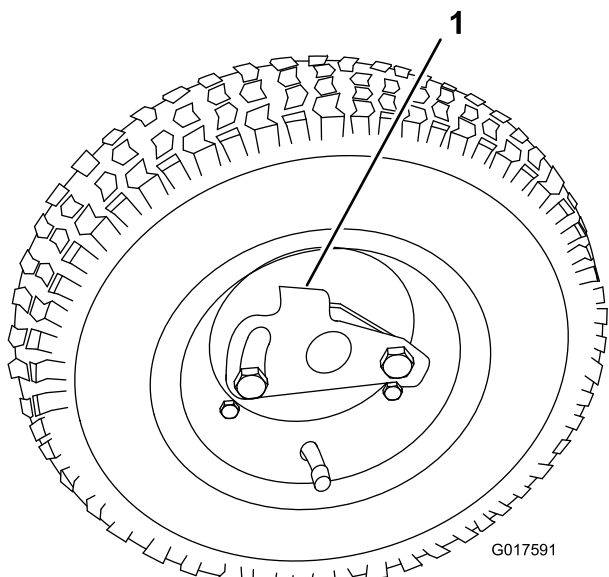

Рисунок 10
3. Отведите стопор колеса в сторону от центра колеса, чтобы сдвинуть колесо дальше на вал (Рисунок 10).